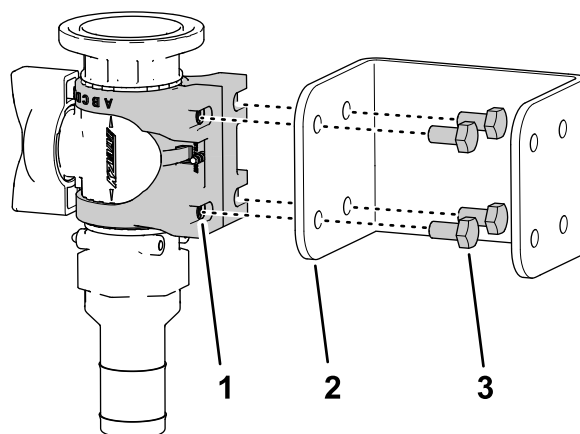

Figura 41
5. Montai suportul pentru supapă pe consola supapei de control (Figura 41) folosind 4 uruburi cu guler (M6 x 12 mm) i 4 aibe plate; strângei uruburile la un cuplu de 10 – 12 N·m.